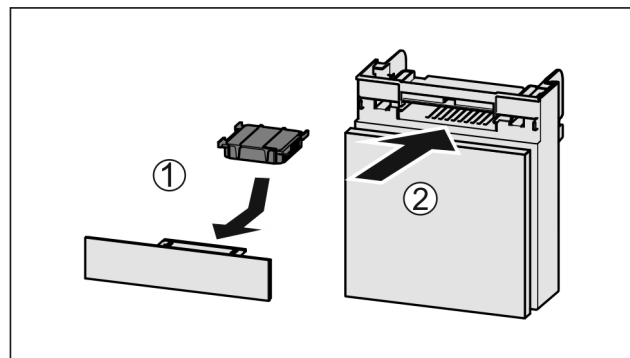

Fig. 200
- Inserire il vano Fig. 200 (2).